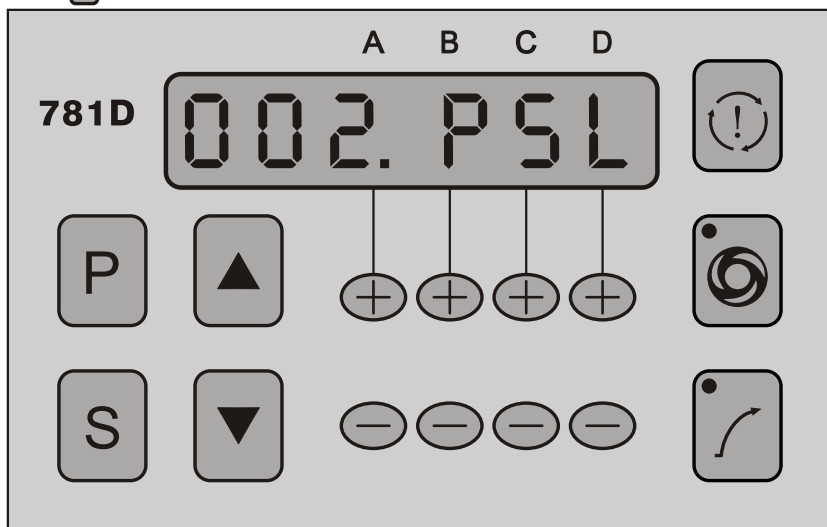

图 5-4：加速曲线调整%（用户参数 002.PSL）参数号选择界面
- 2) 参照步骤4.1“如何进入用户参数A区”的方法，进入用户参数A区，用▲或▼键选择参数号到“002.PSL”，如图5-4所示。